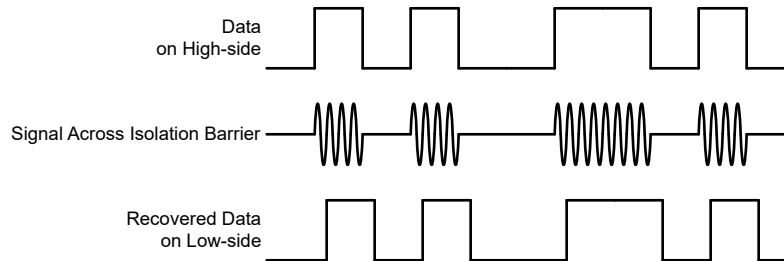

図 7-4. OOK ベースの変調方式
AMC23C15 は、SiO₂ ベースの絶縁バリア越しにコンパレータの出力状態を送信するため、図 7-4 に示すオン / オフ・キーイング (OOK) 変調方式を採用しています。「機能ブロック図」に示す送信ドライバ (TX) は、デジタル 1 を表すために内部で生成された高周波キャリアを絶縁バリア越しに送信します。デジタル 0 を表す信号は送りません。